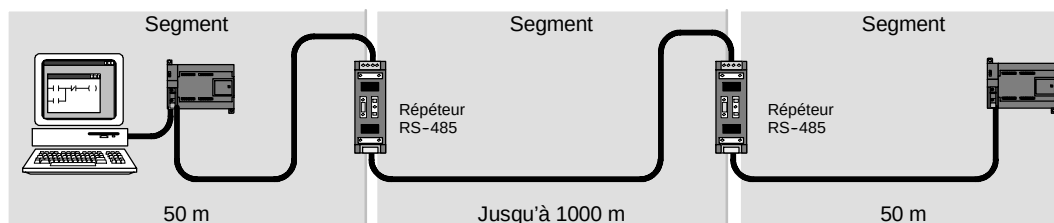

Figure 7-21 Exemple de réseau avec des répéteurs
- ☐ *Pour augmenter la longueur d'un réseau* : L'ajout d'un répéteur à votre réseau vous permet de l'étendre de 50 m. Si vous connectez deux répéteurs sans autre noeud entre eux (comme illustré à la figure 7-21), vous pouvez étendre le réseau à la longueur de câble maximale pour le débit. Vous pouvez utiliser jusqu'à 9 répéteurs en série dans un réseau, mais la longueur totale du réseau ne doit pas dépasser 9 600 mètres.